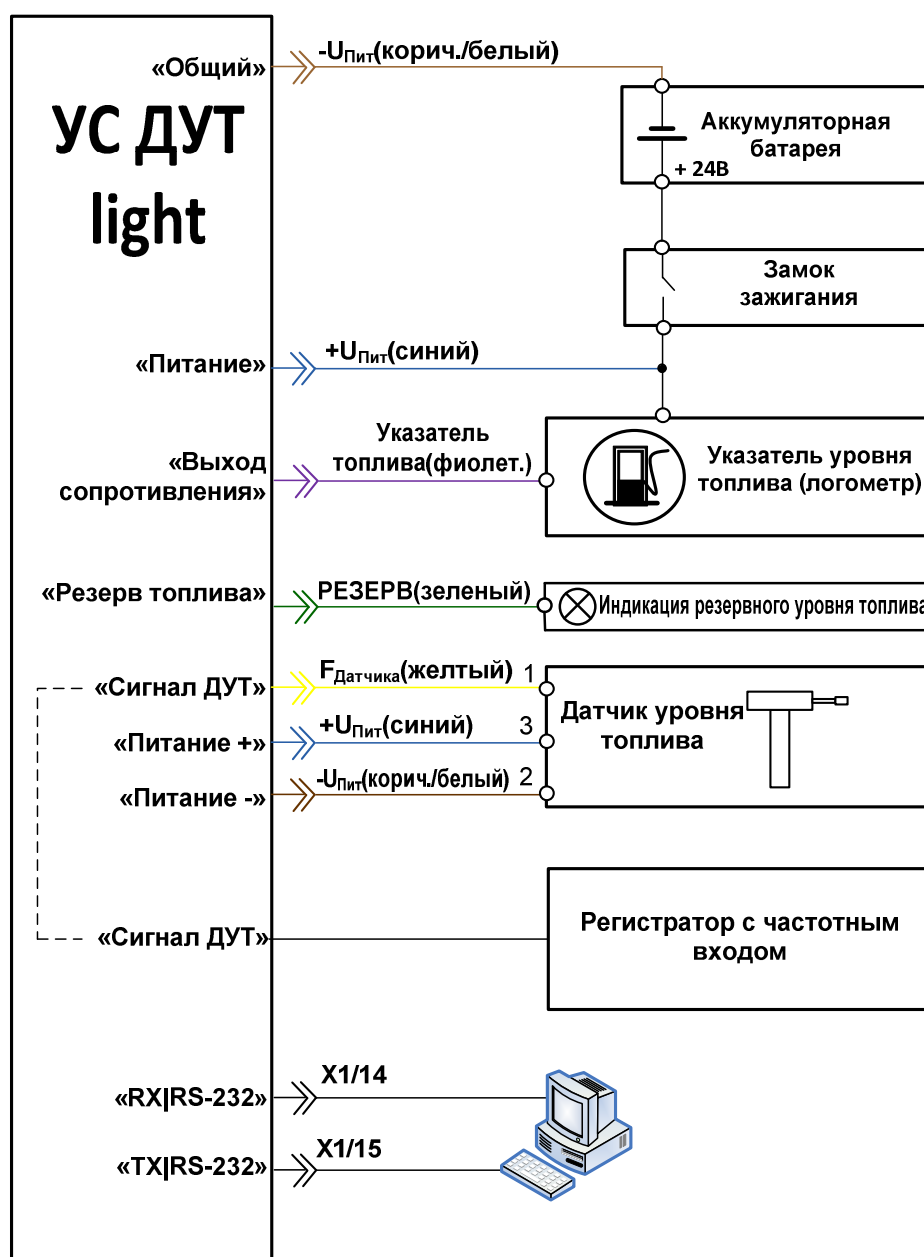

Рисунок 3. Общая схема электрических подключений УС ДУТ light
3. подключить УС ДУТ light согласно схеме электрических подключений, представленной на рис.3. Назначения и цвета проводов приведены на рисунке 2;